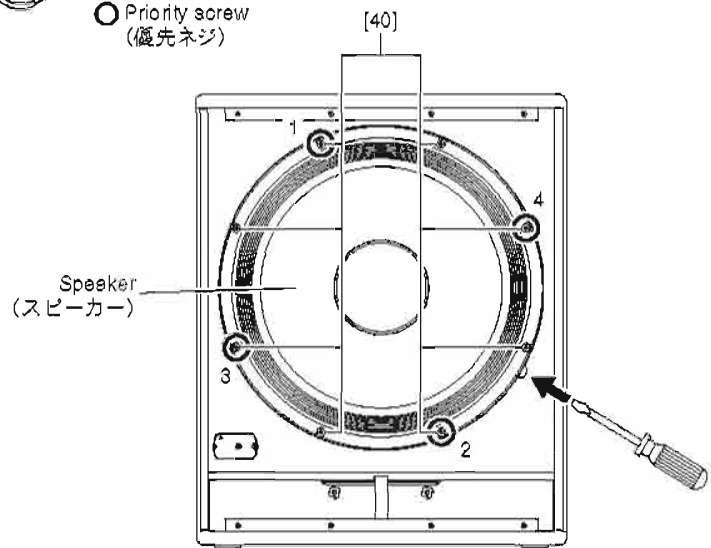

Fig. 2 (図 2)
2-2. Remove the eight (8) screws marked [40]. (Fig. 2)
2-3. Insert the flat blade screwdriver or the like into the cavity of the cabinet, and push the speaker up to remove it. (Fig. 2)
* When installing the speaker, first tighten the four (4) priority screws in order as shown in Fig. 2.
2-2. [40] のネジ 8 本を外します。(図 2)
2-3. キャビネットの切り欠きにマイナスドライバーなどを差し込んで、スピーカーを浮かせて外します。(図 2)
※ スピーカーを取り付けるときは、優先ネジ 4 本を図に示す順番で先に締めてください。(図 2)